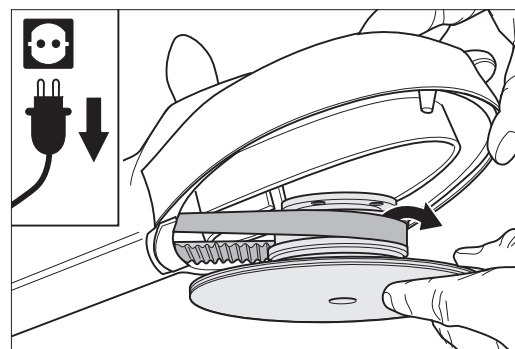

Abb. 73: Einsetzen der Riemenscheibe in den Keilriemen.
- 17 Setzen Sie vorne am Vorsatz die Riemenscheibe der Schleiftellerlagerung in den Keilriemen ein (Abb. 73).